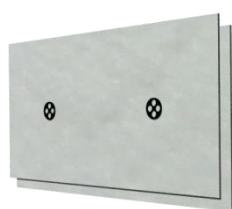

Fig.2
- Con l'ausilio di un aiuto tenere ben aderenti i pannelli alla struttura quindi procedere con gli ancoraggi centrali, successivamente rimuovere il listello. Fig.2